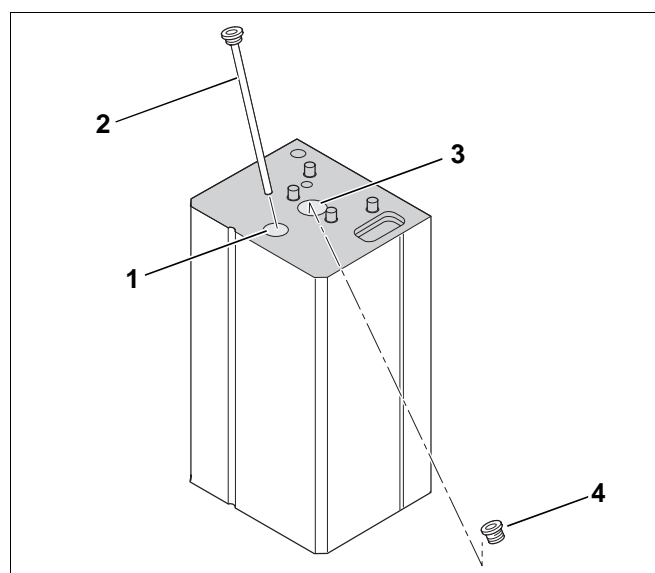

Abb. 11 Lage Stopfen/Revisionsöffnung
- Verschlussdeckel abnehmen und Magnesium-Anode herausschrauben (Abb. 11, Pos. 1 u. Pos. 2).
- Verschlussdeckel abnehmen und Stopfen aus der Revisionsöffnung herausdrehen (Abb. 11, Pos. 3 u. Pos. 4).
- Stopfen der Revisionsöffnung wieder eindichten (bei Bedarf Stopfen erneuern) (Abb. 11, Pos. 4).
Legende für Abb. 11: